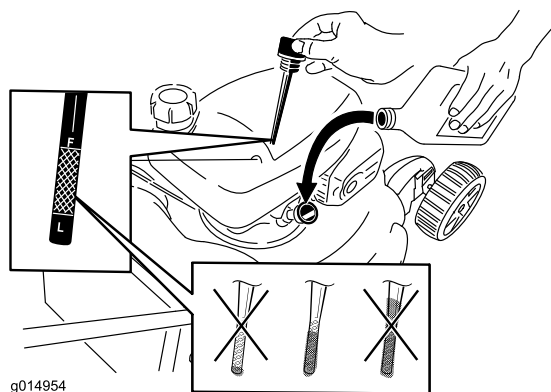

Figura 15
1. Togliete l'asta di misurazione del livello dell'olio, asciugatela ed inseritela a fondo nel foro (Figura 15).
2. Estraiete l'asta e controllate il livello dell'olio (Figura 15). Se il livello dell'olio è inferiore alla tacca **Add** sull'asta, versate lentamente dell'olio nel foro del bocchettone fino a portarne il livello alla tacca **Full** sull'asta. **Non riempiate troppo.** (Riempimento massimo: 0,59 litri, tipo: olio detergente SAE 30 con service classification API SF, SG, SH, SJ, SL o superiore.)